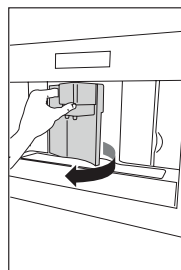
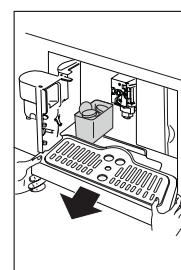
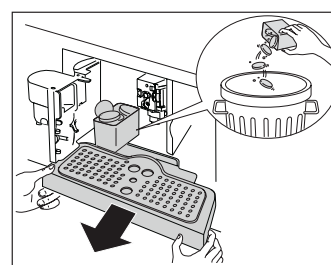

Abb.23
Abb.24
Abb.39
- ▶ Ziehen Sie zum Reinigen des Behälters am Kaffeeauslauf, um die Serviceklappe vorne zu öffnen (Abb. 23), nehmen Sie die Tropfschale heraus (Abb. 24) und leeren und reinigen Sie sie (Abb. 39).